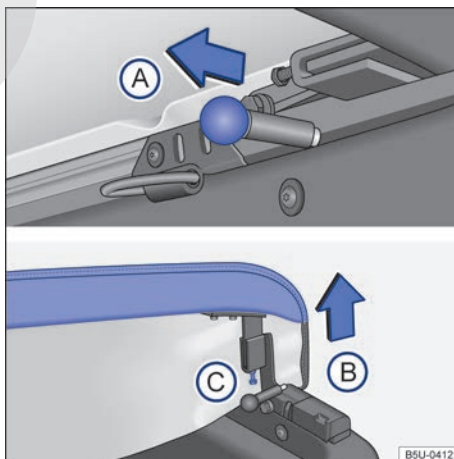
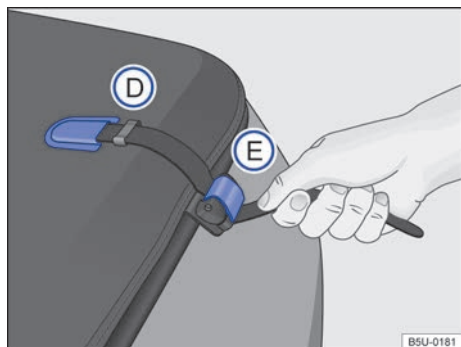

Fig. 59 Trabas y tornillo de ajuste del estiramiento de la capota marítima. ▶
Fig. 60 Fijación de la capota marítima.
- Desplazar el perno de bloqueo → fig. 59 (A) en el sentido de la flecha, en ambos lados, simultáneamente.
- Levantar el extremo de la capota en el sentido de la flecha (B).
- Para ajustar el estiramiento, soltar la tuerca y apretar el tornillo o soltar el tornillo (C), hasta alcanzar el estiramiento deseado.
- Retirar el extremo de la cinta de alojamiento → fig. 60 (D), en los laterales de la capota marítima, y forzar la cinta hacia abajo, para desbloquear la traba (E).
- Insertar el extremo de las cintas en el alojamiento (D), para facilitar el recogimiento de la capota marítima.